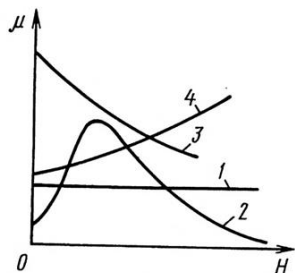

Рис. 1
2. Какая кривая соответствует зависимости магнитной проницаемости стали от напряженности магнитного поля (рис. 1)?